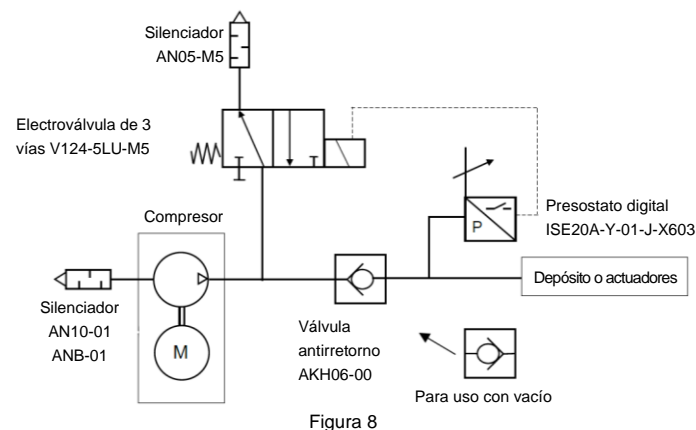

Figura 8
Para evitarlo, prepare el circuito neumático para poder liberar cualquier presión residual a la atmósfera antes de reiniciar el producto. La Figura 8 proporciona un ejemplo de circuito neumático.
1. Suministre una alimentación de 24 VDC al controlador y al presostato. No conecte aún la fuente de alimentación a IN. Véase la Figura 8.